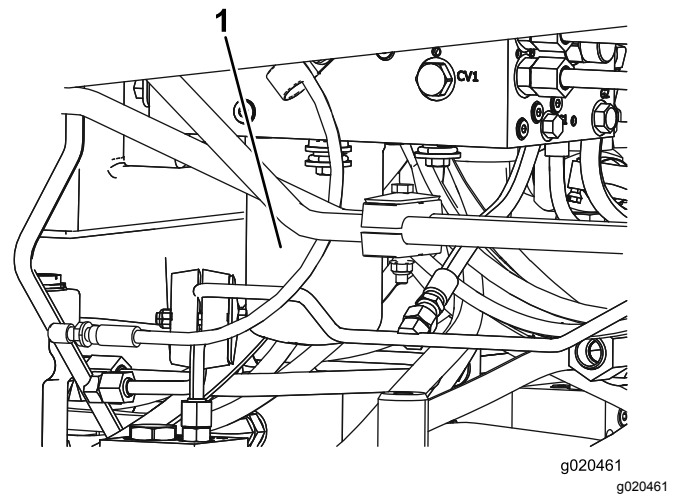

Figura 100
5. Repita o procedimento para o outro filtro (Figura 100).